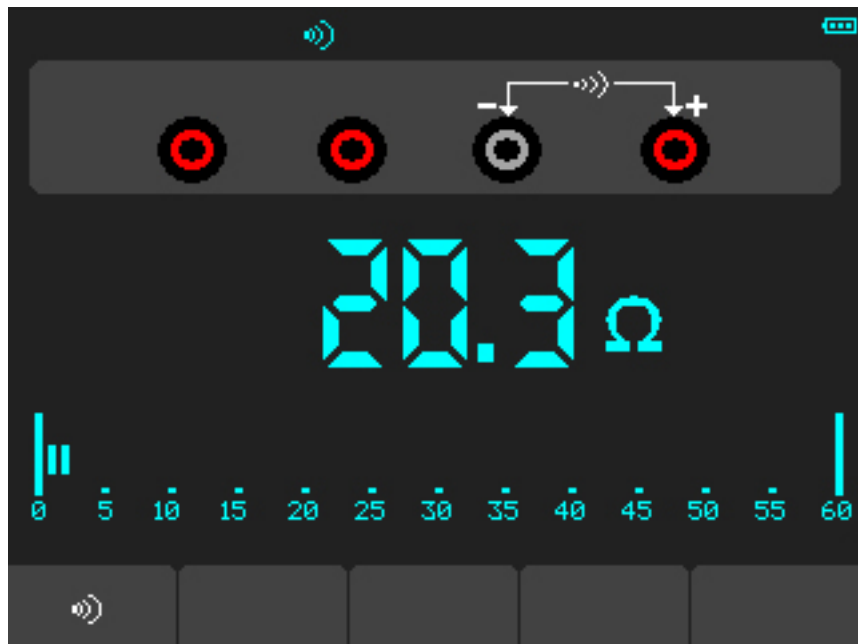

图 4-4 通断测量
- 将红色和黑色表笔连接到被测点。如果被测点电阻值小于30  $\Omega$ ，仪表将发出“滴滴”声音。（如图4-4）